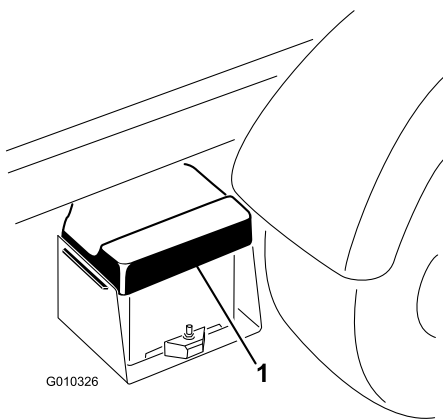

Figura 5
1. Retire la tapa de la batería de la caja (Figura 5).